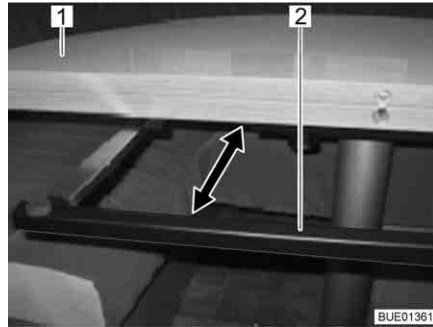

Bild 97 Stöbygel
- Dra ut stöbygeln (Bild 97,2) under bordsskivan (Bild 97,1) till stoppläget.